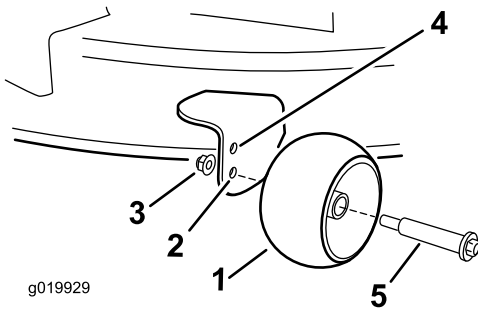

Figura 29
- Taladro superior – utilice esta posición cuando la carcasa de corte está en la posición de altura de corte de 63 mm o menos (**Figura 29**).
- Taladro inferior – utilice esta posición cuando la carcasa de corte está en la posición de altura de corte de 76 mm o más (**Figura 29**).